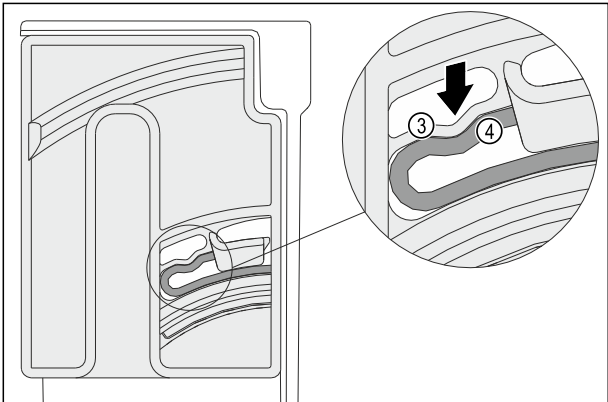

Fig. 138
▶ 旋转单元的弹性元件 Fig. 138 (3)卡入圆弧形滑条 Fig. 138 (4)中，发出咔哒声。